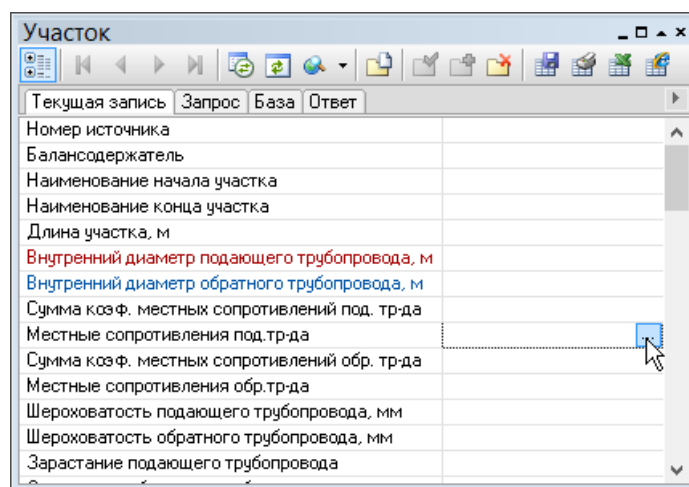

Рисунок 20.24. Открытие справочника по местным сопротивлениям
3. Установить курсор на поле Местные сопротивления под. тр-да (Местные сопротивления обр. тр-да) и нажать кнопку . Откроется окно справочника местных сопротивлений. (смотрите- Рисунок 20.24, «Открытие справочника по местным сопротивлениям»). О занесении местных сопротивлений смотрите следующий раздел Раздел 20.5.2, «Занесение местных сопротивлений»